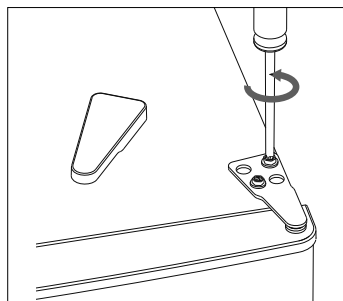

Fig. 4
- ▶ Suelte los dos tornillos de la bisagra (1) con una llave para tuercas del 8 o un destornillador de estrella (véase la **fig. 4**).